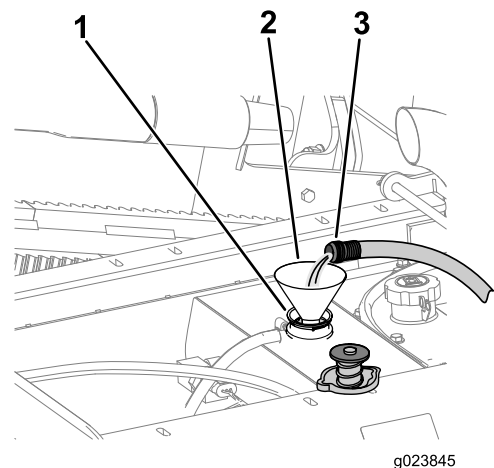

Bild 113
- B. Füllen Sie den Kühler mit sauberem Wasser (Bild 113).